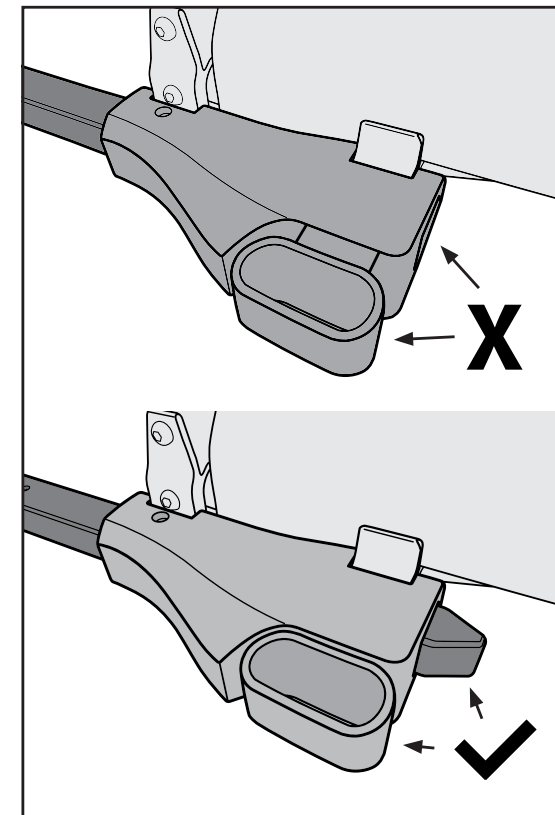

Figure 12
- En insérant la barre de remorquage, la poignée de blocage doit se déplacer vers l'extérieur puis revenir à sa position de départ. La barre de remorquage n'est sécurisée que lorsque la poignée de blocage est revenue à sa position de départ (Figure 12).